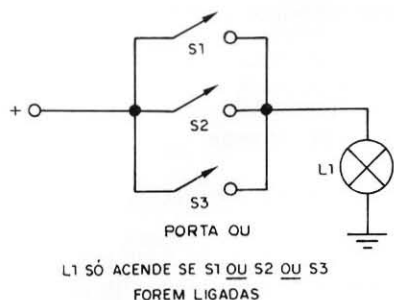

figura 2
alarme, caso uma chave que não seja da combinação escolhida seja acionada, usamos uma configuração com as chaves restantes que corresponde a uma porta "OU" (OR) cuja configuração é mostrada na figura 2.